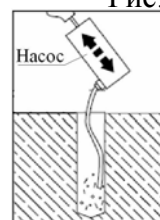

Рис. 4
4. Очистите от шлама получившиеся отверстия с помощью насоса или резиновой груши. (См. Рис. 4)